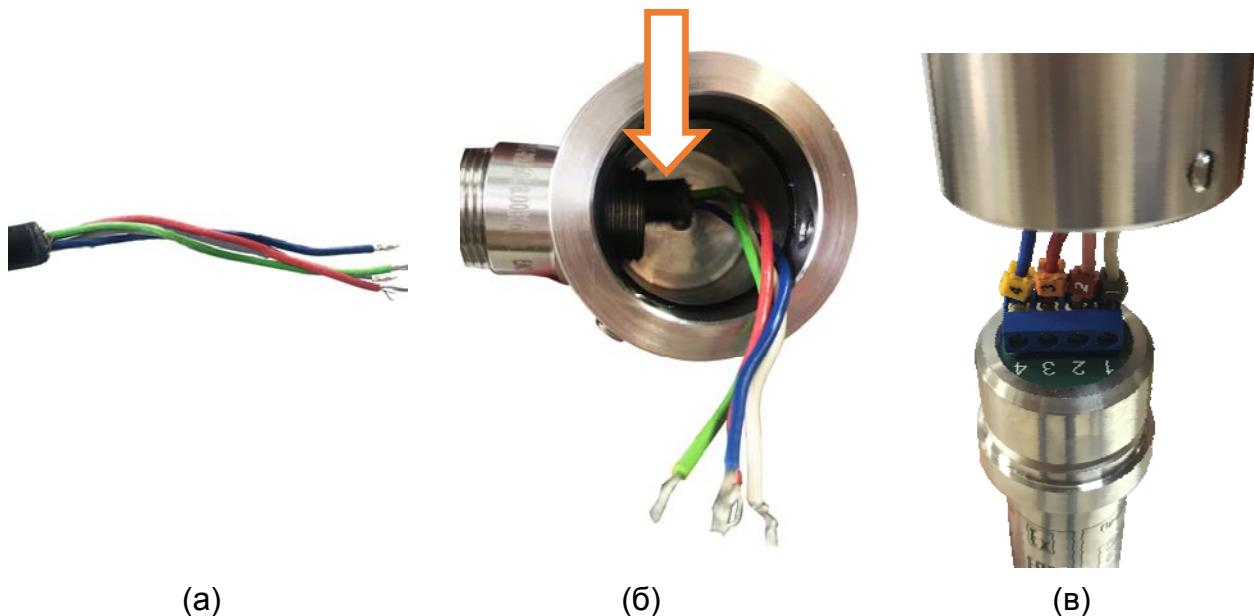

Рисунок 25 - Подключение небронированного кабеля к ПЛП
- 5) Выведите концы проводников в отверстие в крышке корпуса (см. рисунок 25).